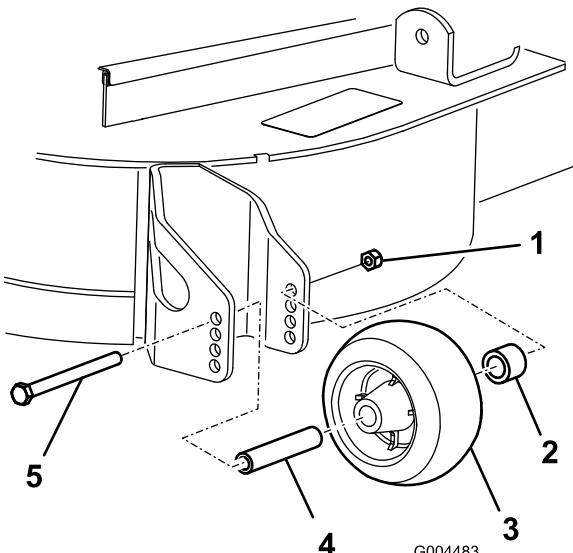

Figura 26
3. Despues de ajustar la altura de corte, ajuste los rodillos retirando la tuerca con arandela prensada, el casquillo, el espaciador y el perno (Figura 26).
5. Instale la tuerca con arandela prensada, el casquillo, el espaciador y el perno. Apriete a 54–61 Nm (Figura 26).